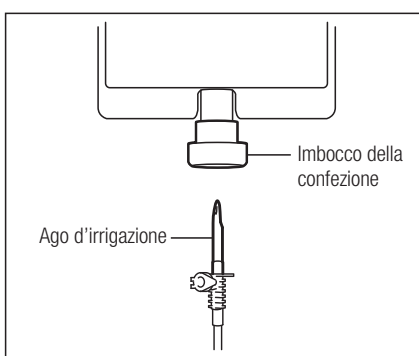

Fig. 10
- 3) Inserire l'ago d'irrigazione sull'imbocco della confezione. (Fig. 10)